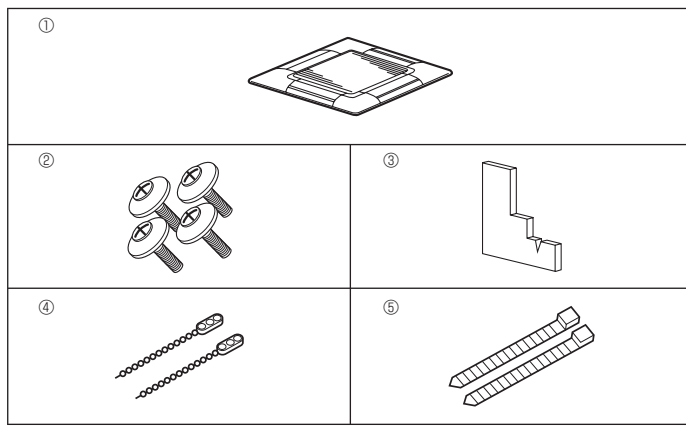

Fig. 5-1
5.1. De roosteraccessoires controleren (Fig. 5-1)